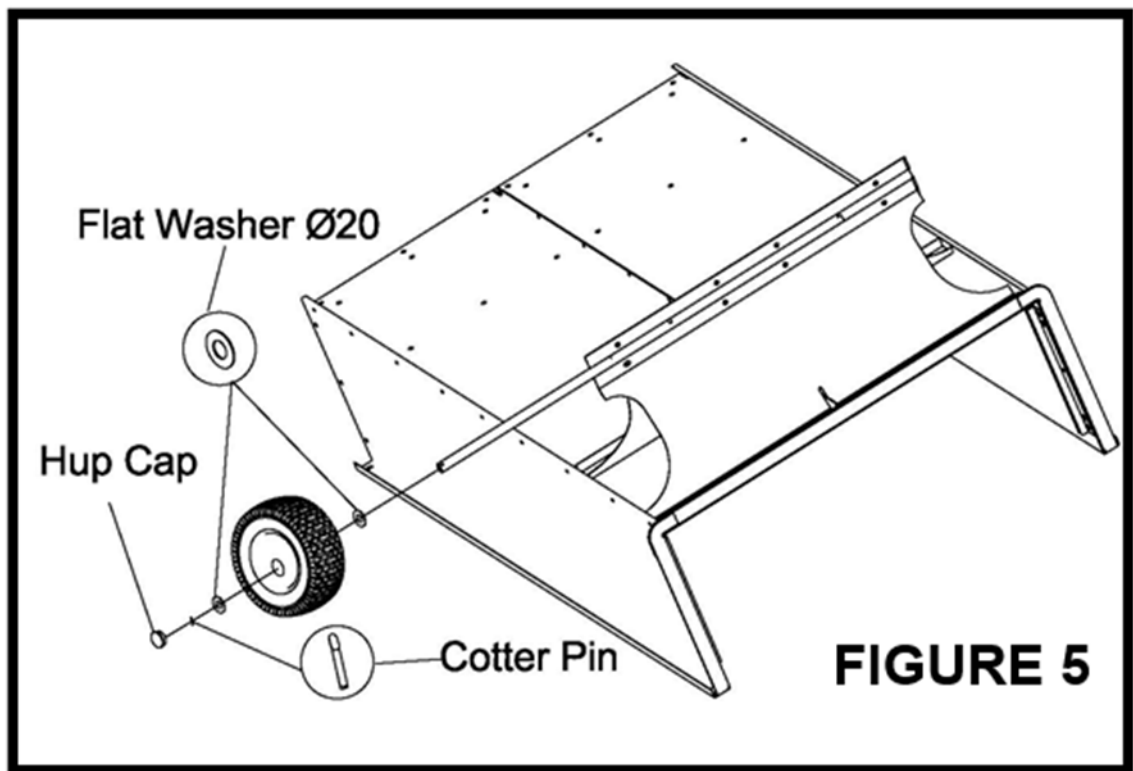

Abbildung 5
13. Setzen Sie die Achse wie in **Abbildung 5** gezeigt durch die Radhalterung zusammen.
15. Montieren Sie eine Ø20-Flachscheibe, ein Rad (Ventil Schaft nach außen), eine weitere Ø20-Flachscheibe und einen Splint an jedem Ende der Achse, wie in **Abbildung 5** dargestellt.
16. Montieren Sie eine Nabenabdeckung über der Ø20-Flachscheibe an jedem Ende der Achse, wie in **Abbildung 5** dargestellt.